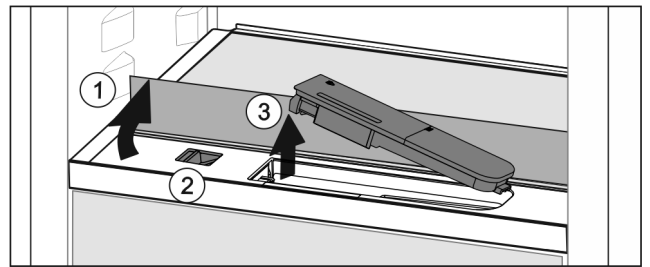

Fig. 164
- ▶ Levante la plancha de cristal y pliéguela hacia atrás hasta que haga tope Fig. 164 (1).
- ▶ Desplace el control deslizante Fig. 164 (2) hacia la izquierda.
- ▶ Retire el depósito de agua Fig. 164 (3).